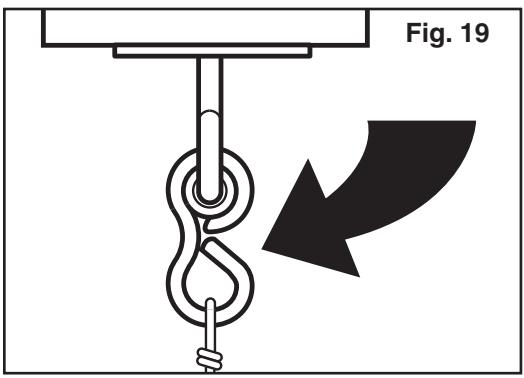

Fig. 19
3. Hang the chains from the nylon bushing swing hangers. Crimp the hook opening closed with a pliers to secure the chains to the swing hangers (Fig. 19). Make sure all connections are tightly crimped and secure before using swing seat.
4. Hang the chains from the nylon bushing swing hangers. Crimp the hook opening closed with a pliers to secure the chains to the swing hangers (Fig. 19). Make sure all connections are tightly crimped and secure before using Iron Man Rings.
3. Cuelgue las cadenas de los colgaderos del columpio con empaques de nailon. Apriete la abertura de los ganchos con alicates para asegurar las cadenas a los colgaderos del columpio (Fig. 19). Asegúrese de que todas las conexiones estén bien apretadas y ajustadas antes de usar el asiento del columpio
4. Cuelgue las cadenas de los colgaderos del columpio con empaques de nailon. Cierre a presión la abertura de los ganchos con un alicate para asegurar las cadenas a los colgaderos del columpio (Fig. 19). Asegúrese de que todas las conexiones estén bien cerradas a presión y seguras antes de usar los Iron man Rings.
3. Suspendez les chaînes aux supports de balançoire à douilles de nylon. Pliez le crochet à l'aide d'une pince pour fixer les chaînes aux supports de balançoire (fig. 19). Assurez-vous que tous les raccords soient bien refermés et fixés avant d'utiliser le siège de la balançoire.
4. Suspender les chaînes aux supports de balançoire à douilles de nylon. Pliez le crochet à l'aide d'une pince pour fixer les chaînes aux supports de balançoire (Fig. 19). Assurez-vous que tous les raccords sont bien refermés et en place avant d'utiliser le Iron man Rings.